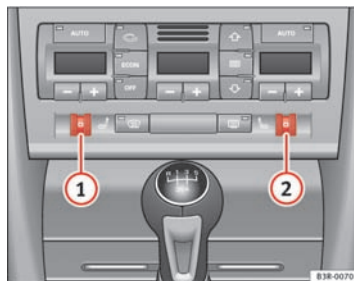

Fig. 144 Détail de la planche de bord : molettes de réglage du chauffage des sièges
Tournez la molette ① ou ② → fig. 144 pour mettre en circuit et régler le chauffage du siège du conducteur ou du passager avant.